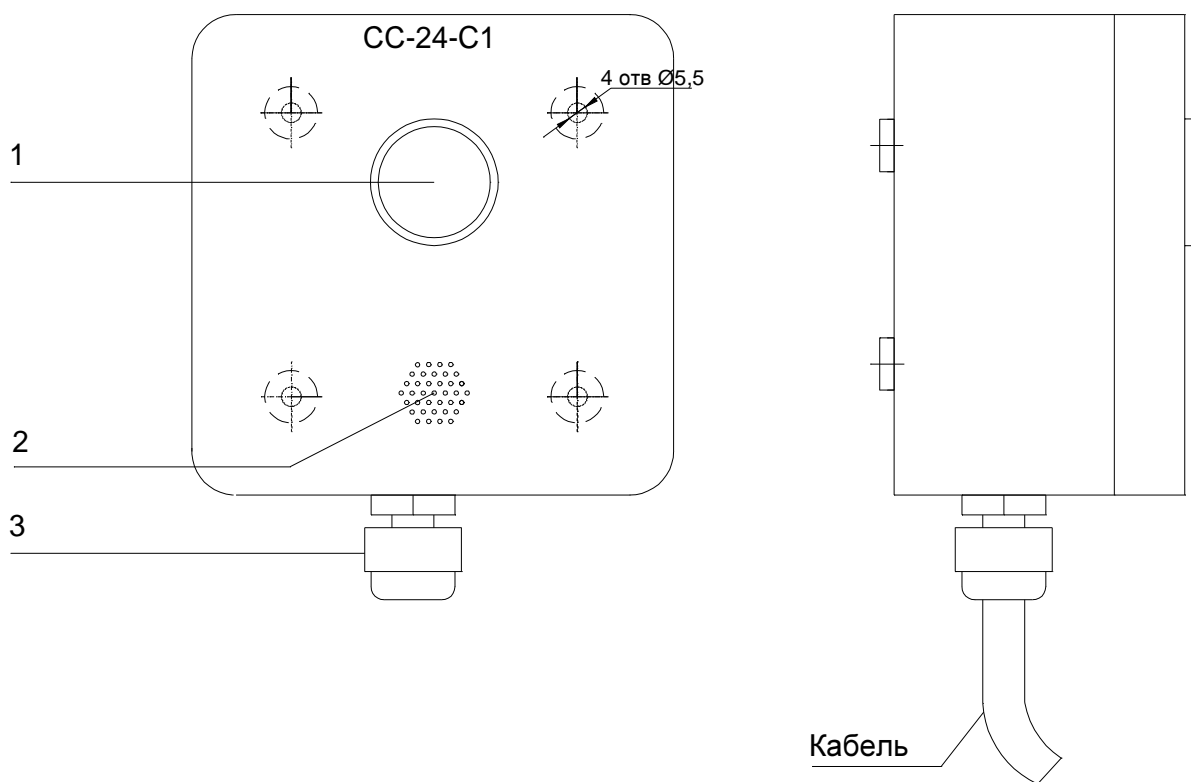

Рисунок 3 – Пост ПСС
На лицевой стороне находятся следующие органы индикации и управления (Рисунок 3):
1.1.3 Подключение кабеля осуществляется на клеммы расположенные внутри корпуса ПСС (Рисунок 3)